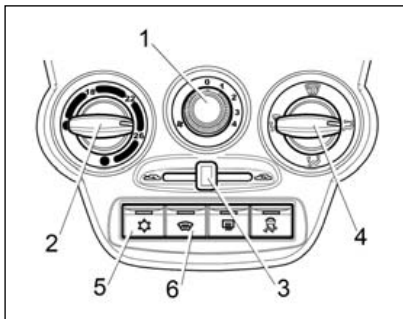

Рис. 39. Блок управления климатической системой (в варианном исполнении)
2. Включите электровентилятор, установив **рукоятку 1** (рис. 39) в одно из положений 1, 2, 3 или 4.
Для установки желаемой температуры воздуха в салоне поверните **рукоятку 2** (см. рис. 39) по часовой стрелке для повышения, против часовой стрелки для понижения. Температура будет поддерживаться автоматически в пределах производительности климатической установки и установленного допуска.